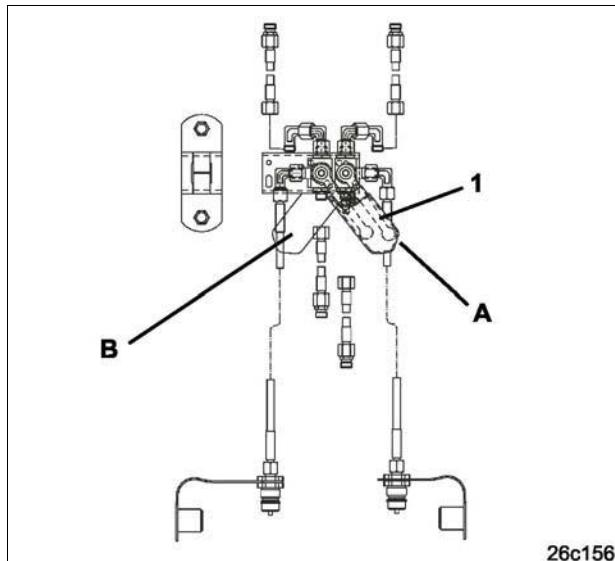

Рис. 160
- Переместите рычаг (Рис. 160/1) положение "A" и опустите или поднимите внешние высевающие аппараты.
- Переместите рычаг (Рис. 160/1) в положение "B". Стороны работы маркера меняйте при помощи устройства управления трактора.